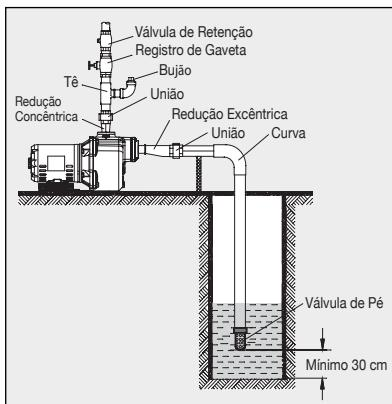

Figura 18 - Esquema de instalação BCA-40
- ⑦ Recomendações específicas adicionais para as Bombas Autoaspirantes BCA-40 (rotor semi-aberto, Figura 18):